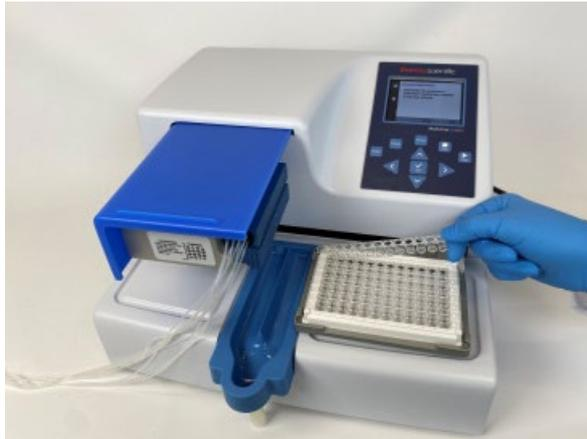

Figura 6–60. Retirada de la microtira para pesarla
12. Pese la microtira llena (Figura 6–60). Ahora la balanza debe indicar 100 mg ± 5 mg (casete de tubos pequeños)/1000 mg ± 20 mg (casete de tubos estándar).
13. Si la balanza indica menos de 100 mg (casete de tubos pequeños) o menos de 1000 mg (casete de tubos estándar), gire el tornillo de calibración en sentido antihorario una vuelta que corresponda aproximadamente a 0,1 μ l (casete de tubos pequeños)/1 μ l (casete de tubos estándar). Si la balanza marca más de 100 mg, gire en la dirección contraria (Figura 6–61). Vuelva a comprobar la dispensación después de cada ajuste siguiendo los pasos 8 a 10. Se deben obtener tres calibraciones aceptables.